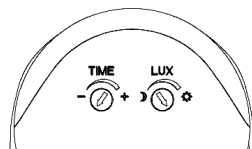

Рис. 2 Вид регулировочной панели
Диапазон задержки отключения – регулятором TIME (рис. 2).
1. Поверните регулятор LUX до максимума в положение «солнце» (рис. 2), поверните TIME до минимума «10S».